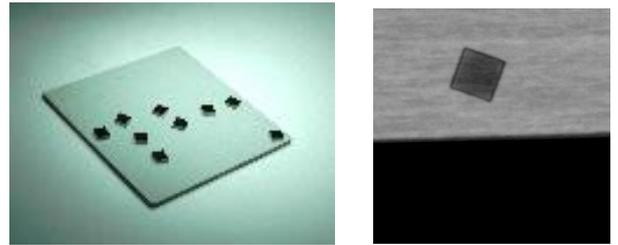

Fig. 1 Pictures of SUS-YSZ bonding sample and SAT image.
実験①における接合後のサンプル外観と SAT (Scanning Acoustic Tomography) 画像を Fig. 1 に